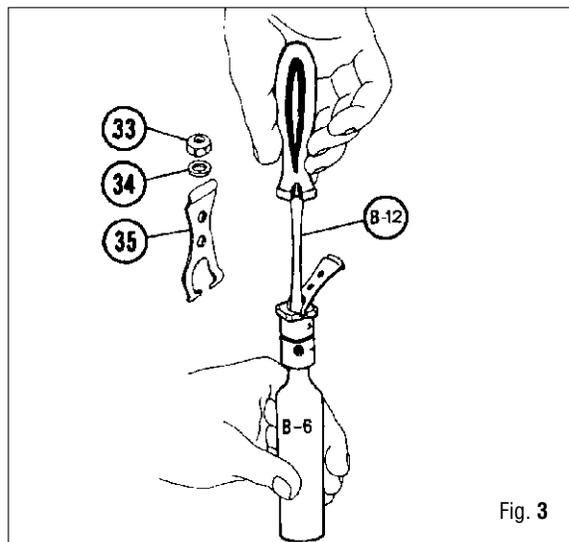

Fig. 3
7. Posicione correctamente la leva de regulación (35) en la ranura de la inserción portaleva (91), coloque la arandela (34) en el vástago de la válvula y atornille la tuerca de regulación (33) algunas vueltas, usando la llave especial (B-20 o B-12). (Fig. 3).
Posicione correctamente la inserción portaleva completa (91) en la caja de la 2ª etapa. (Fig. 3)